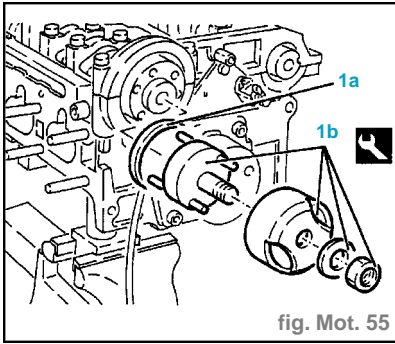

fig. Mot. 55
- Assembler le pare-huile avant de l'arbre à cames d'admission (1a) avec l'outil (1b) (fig. Mot. 55).